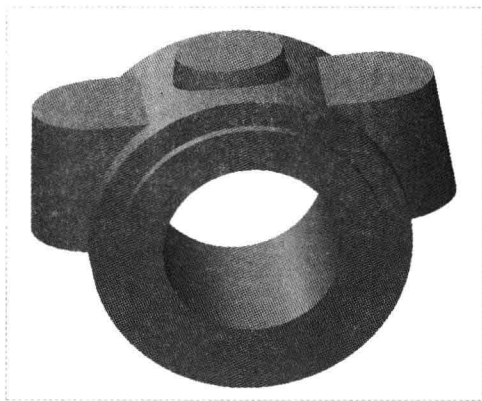

图 18-79 创建孔特征
Step 18 在“孔”选项卡中，设置孔的直径值为 40，设置钻孔方式为“穿透”，单击“应用并保存在工具中所做的所有更改，然后关闭工具操控板”按钮, 完成孔特征的创建，如图 18-79 所示。